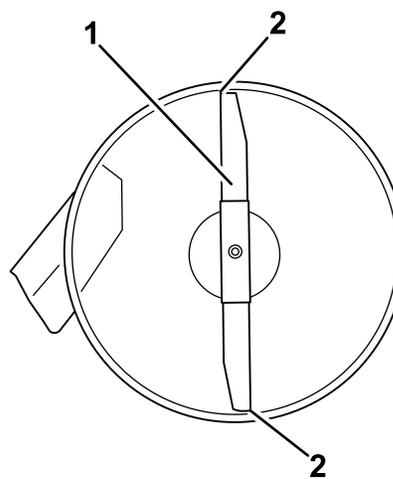

Bild 53
5. Messen Sie zwischen der Messerspitze vorne und hinten und der ebenen Fläche (Bild 53). Stellen Sie die vordere Sicherungsmutter ein, wenn die vordere Schnittmesserspitze nicht um 1,6–7,9 mm tiefer liegt als die hintere.
4. Drehen Sie die Messer vorsichtig, sodass sie in Längsrichtung zeigen (Bild 53).
Schnittmesserspitze um 1,6–7,9 mm tiefer liegt als die hintere Spitze (Bild 53).